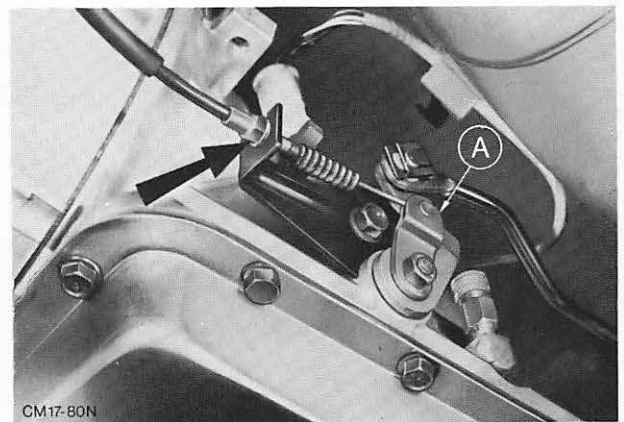

Abb. 38 Rückschaltseilzug (Kick-down) am Getriebe
6. Umhüllung – Seilzug am Halter – Getriebe anschrauben und Seilzug verlegen. Abb. 38.